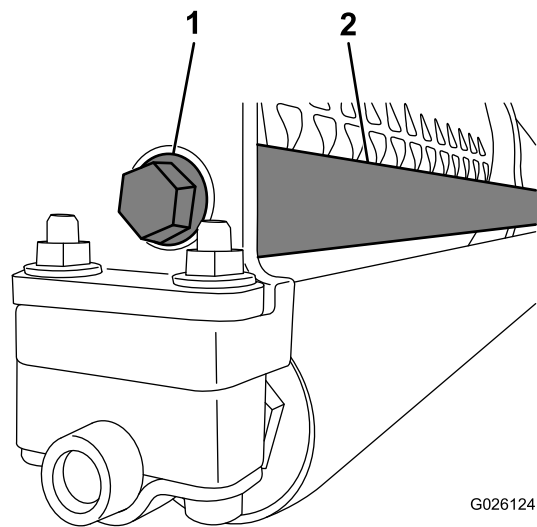

Figura 5
4. Sujete el extremo roscado de la barra de peso al bastidor con un perno con arandela prensada (Figura 5).